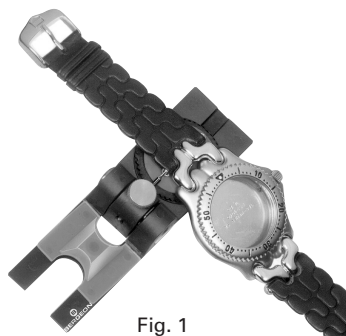

Fig. 1
- Placer la montre avec le bracelet sur la table tournante (Fig.1).
- Die Uhr mit dem Armband auf den Drehtisch legen (Abb.1).
- Put the watch and bracelet on turning table(Fig.1).
- Poner el reloj con la pulsera sobre la mesa giratoria (Fig.1).